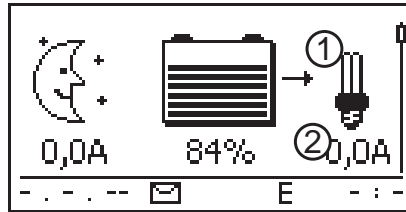

Fig. 9: Le contenu de l'écran après le raccordement des appareils consommateurs
3. ➤ Connectez la sortie de charge. La lampe ① (Voir la Fig. 9) apparaît à l'écran.
4. ➤ Mettez en marche les appareils consommateurs. Le courant des appareils consommateurs ② s'affiche à l'écran à partir de 0,1 A.
5. ➤ Si Voir la Fig. 9 ne s'affiche pas, vérifiez l'installation et supprimez l'erreur, si nécessaire, à l'aide des indications de la section ☞ 15, pp. 129sqq.